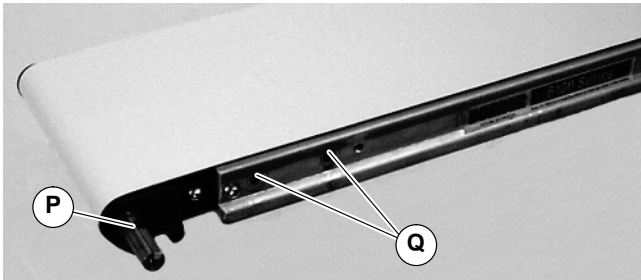

Abbildung 3
2. Lage der Antriebswelle (P auf Abbildung 3) feststellen und zwei (2) Schrauben entfernen (Q).